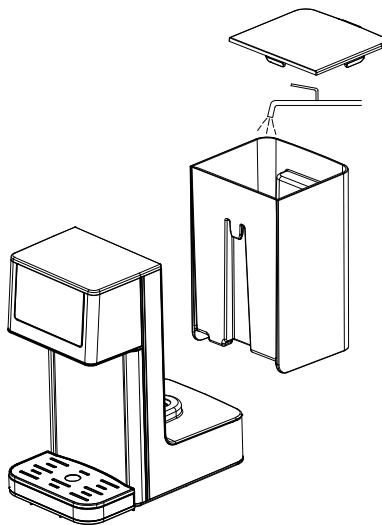

Рис. 1
- Вы можете снять резервуар для воды (6) и наполнить его водой (рис. 1), установите резервуар (6) на место и закройте его крышкой (5).
- Поставьте чашку, необходимого объема, на решётку (2) съемного поддона для капель воды (1), убедитесь, что чашка находится под носиком для слива воды (3).
- Для разблокировки термопота, нажмите и удерживайте кнопку (16) «» в течение примерно 3-5 секунд.
- Нажатием кнопки (14) «», установите нужный объем подачи воды: 100 мл, 200 мл, 300 мл, 400 мл, 000 (непрерывная подача воды), установленный объем подачи воды отобразится цифровыми символами (18).
- Нажатием кнопки (15) «» установите нужную температуру подачи воды: 45, 55, 65, 75, 85, 100°C, 000 (вода нормальной температуры), установленная температура подачи воды отобразится цифровыми символами (19).
- Для включения подачи воды нажмите кнопку (13) «», через 5-10 секунд вода будет непрерывно